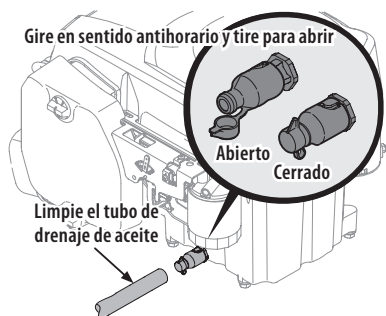

Fig. 29
4. Abra la tapita protectora del extremo de la válvula de drenaje para visualizar el orificio de drenaje (Fig. 29).